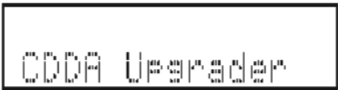

Fig. 2
1. While pressing the "TUNING >>" key of this unit, connect the power cable of this unit to the AC outlet. (Fig. 2)
The FIRMWARE UPDATE mode is activated and "CDDA Upgrader" is displayed. (Fig. 2)
1. 本機の "TUNING >>" キーを押しながら、本機の電源コードを AC コンセントに接続します。(Fig. 2)
ファームウェアアップデートモードが起動し、"CDDA Upgrader" が表示されます。(Fig. 2)